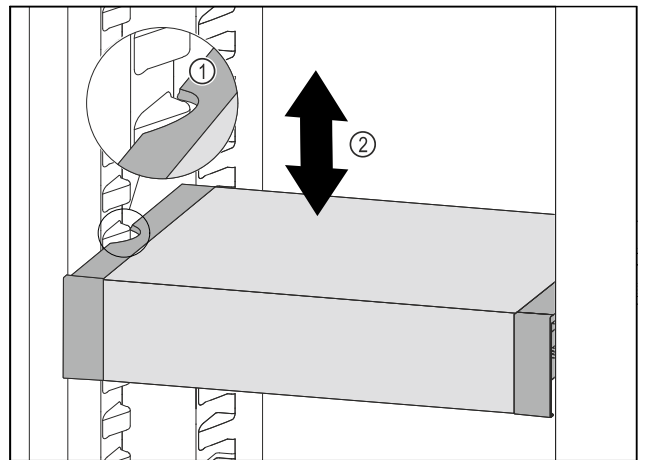

Fig. 107
- ▶ 向前移动 VarioSafe，直到 VarioSafe 两侧的凹槽与冷藏区中的容器肋梁持平。 Fig. 107 (1)
- ▶ 在冷藏区中向上或向下移动 VarioSafe，直至所需高度。 Fig. 107 (2)